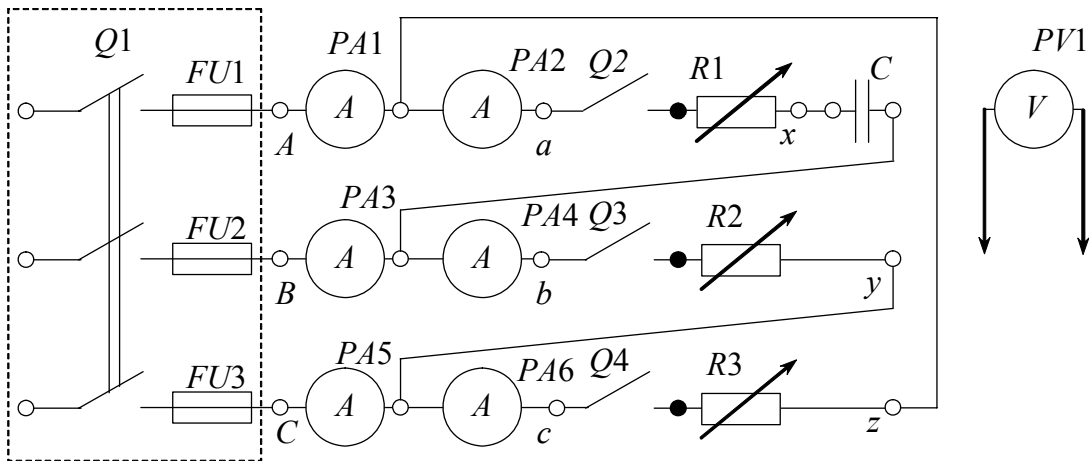

Рис. 39. Схема электрической цепи лабораторной установки трехфазной цепи с активно-емкостной нагрузкой по схеме треугольник
3. Подключите в одну из фаз приемника активно-емкостную нагрузку (рис. 39). В качестве активной составляющей используйте нагрузку соответствующей фазы на универсальном лабораторном стенде, а в качестве емкостной – конденсаторы С2 или С3 на стенде. Снимите показания приборов и запишите их в табл. 15.